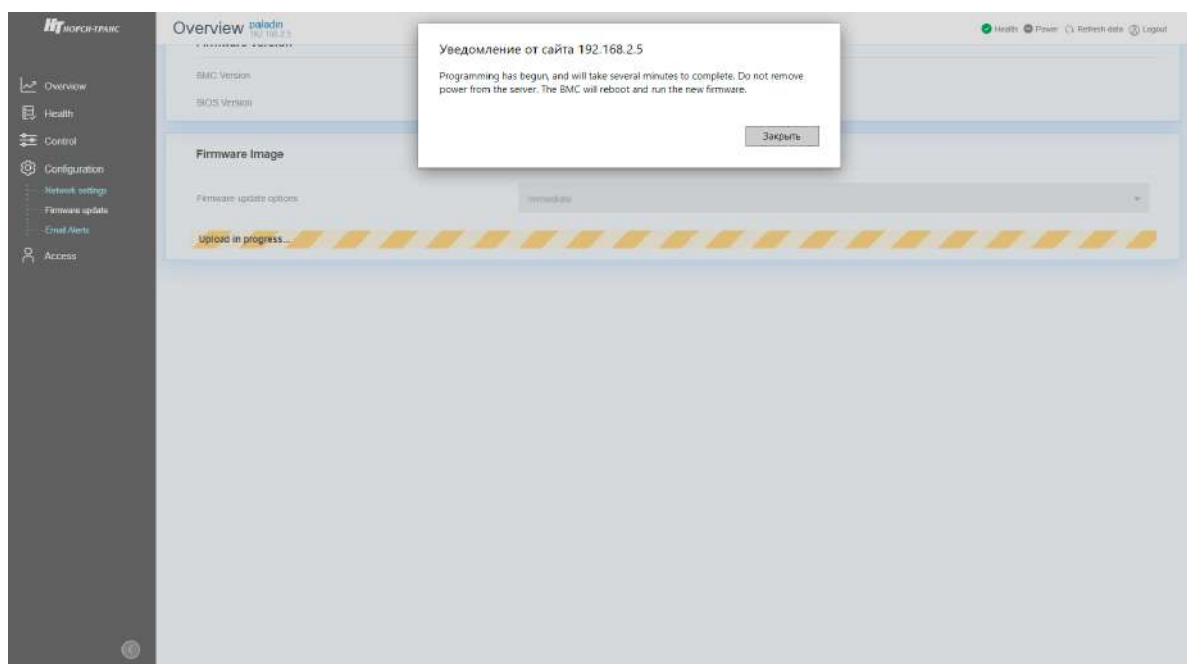

Рис. 83. Окно с уведомлением о завершении установки обновления BMC
- 7) После обновления BMC появится сопутствующая надпись об успешном завершении обновления. Окно показано на рис. 83 Окно с уведомлением о завершении установки обновления BMC